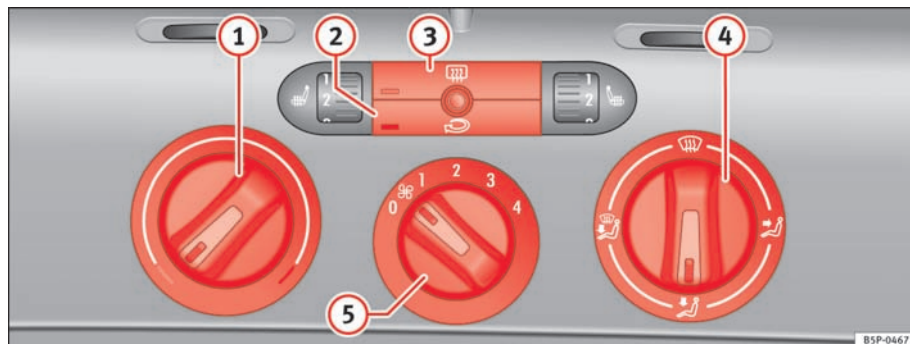

Fig. 128 I instrumentpanelet: betjeningslementer til varmeanlæg
- Du kan indstille temperaturen, luftfordelingen og blæsertrinet med kontakterne ⇒ fig. 128 ①, ④ og ⑤.
- Tryk på knappen ② eller ③ for at aktivere eller deaktivere en funktion. Når funktionen er aktiveret, er der lys nederst til venstre på knappen.